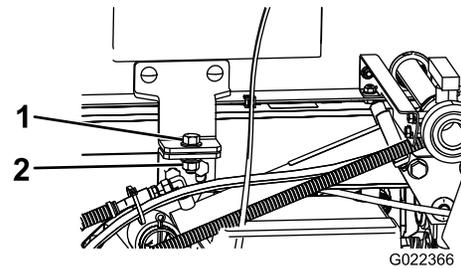

Figure 82
5. Retirez les boulons de sécurité à l'avant du patin (Figure 82).